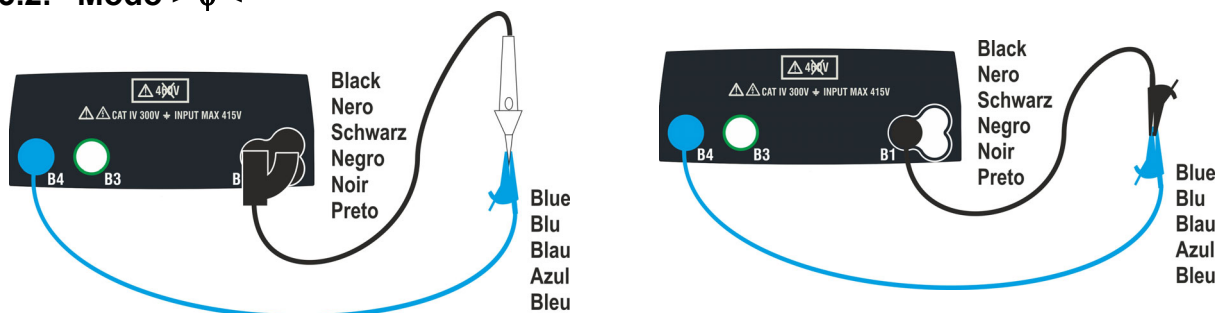

Fig. 12: Compensazione della resistenza dei cavi singoli e del puntale remoto
- Connettere i coccodrilli e/o i puntali e/o il puntale remoto al conduttore in esame in accordo alla Fig. 12.